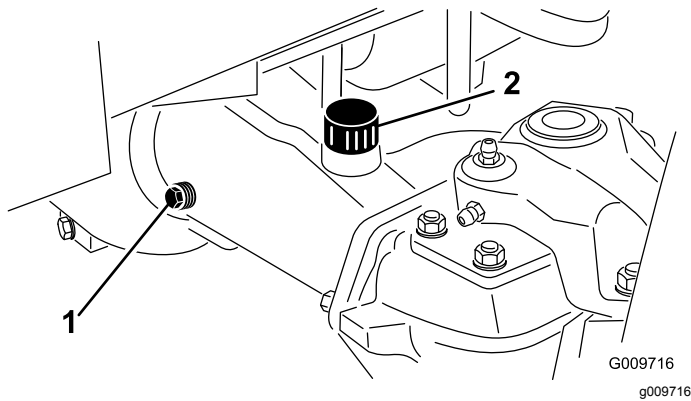

Bild 68
2. Entfernen Sie eine Prüfschraube aus einem Ende der Achse (Bild 68) und stellen sicher, dass das Öl die Unterseite des Lochs erreicht.
3. Entfernen Sie bei niedrigem Ölstand die Füllschraube (Bild 68) und füllen genug Öl